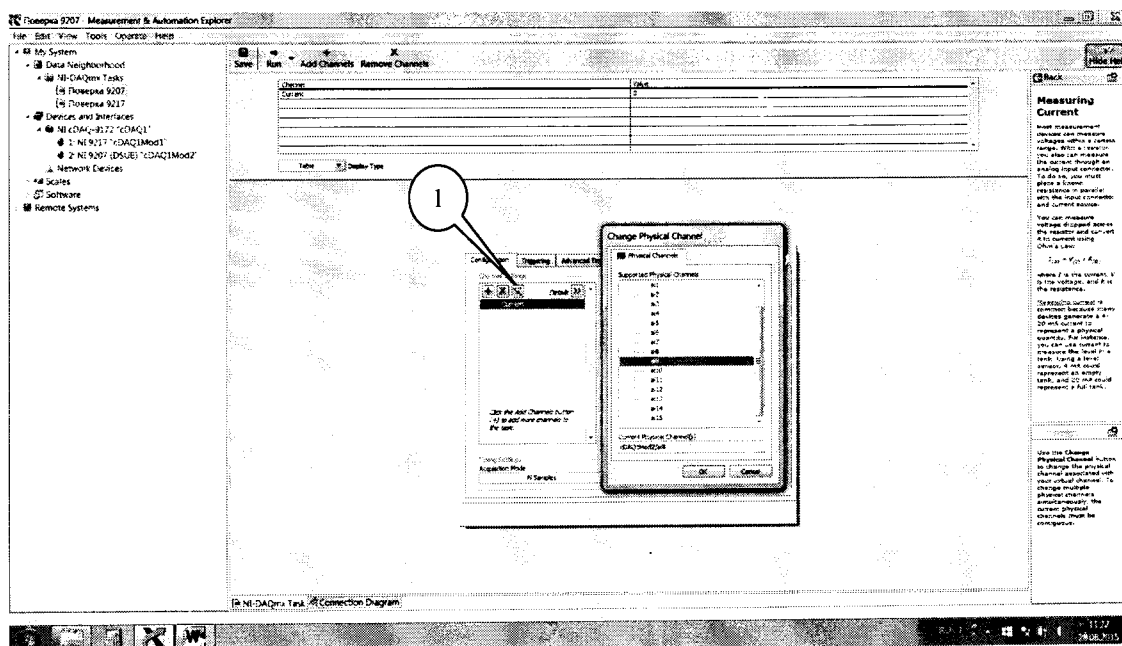

Рисунок 14.
7.4.7 Выполнить операции по п.п. 7.4.4 - 7.4.6 для каждого из каналов модуля. Для переключения каналов (рисунок 14) нажать кнопку (1), выбрать требуемый канал и нажать кнопку «ОК».